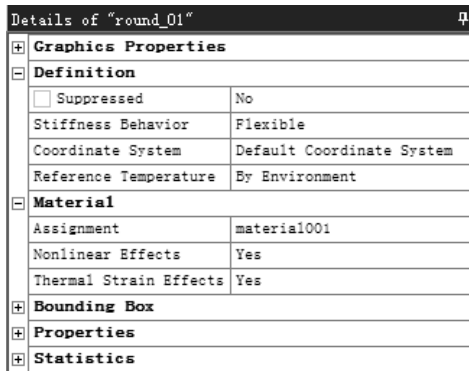

图 2.2.12 设置材料属性
(2) 在“Details of ‘round_01’”窗口中单击  Structural Steel 后的  按钮，在弹出的下拉列表中选择  material001 选项，结果如图 2.2.12 所示。